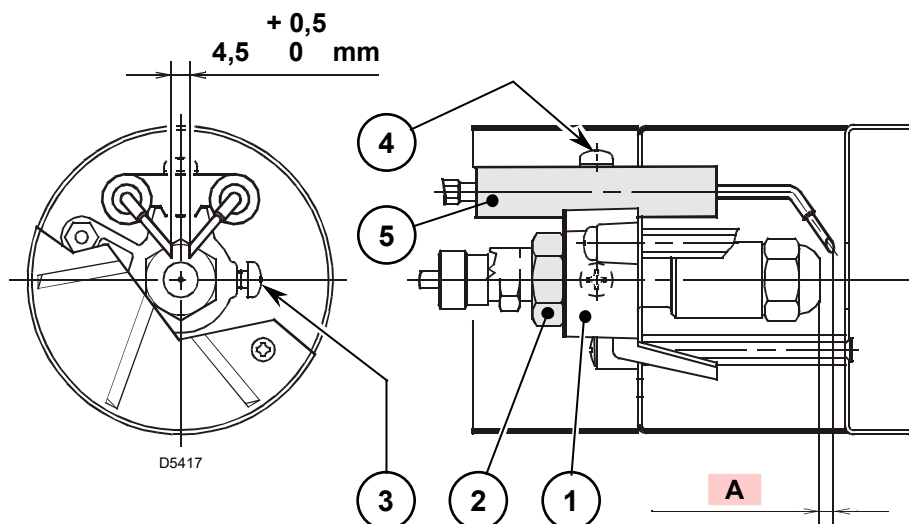

Fig. 15
Măsurătorile din Fig. 15 trebuie respectate.
- Așezați ansamblul suport de elice 1)(Fig. 15) pe suportul de pulverizare 2) și fixați cu șurubul 3)(Fig. 15).
- Scoateți cablurile 1) de la electrozi, slăbiți șurubul 3)(Fig. 15) și scoateți ansamblul turbulator 6) din ansamblul duză 5).